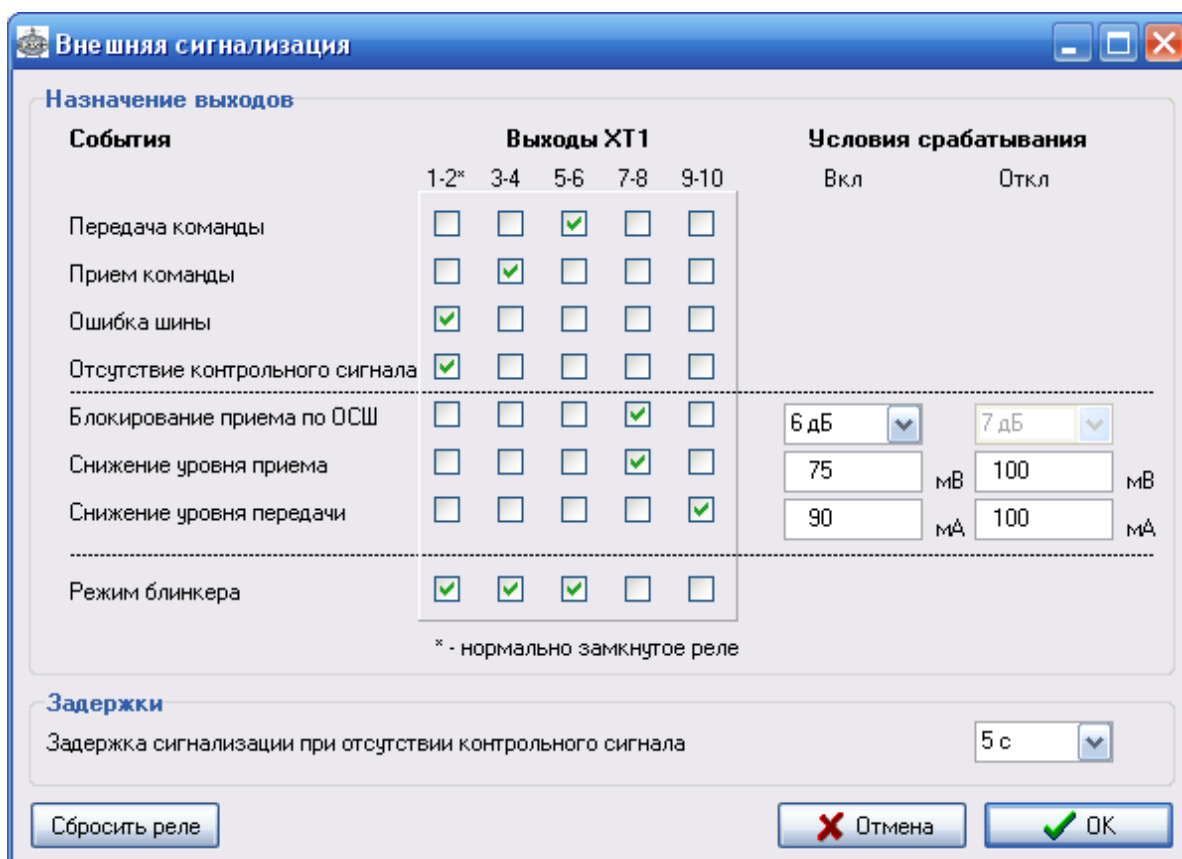

Рисунок 1.28 – Окно настройки внешней сигнализации
- «Внешняя сигнализация» (рисунок 1.28).;
На реле сигнализации в окне «Внешняя сигнализация» (рисунок 1.28) могут быть назначены следующие события: